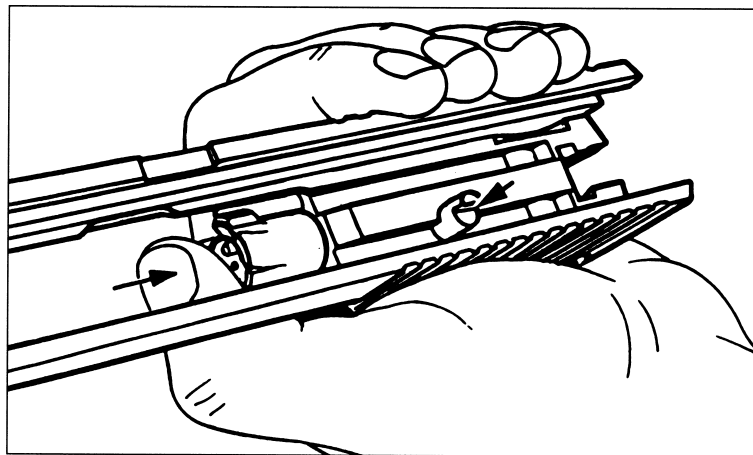

fig. 18
3. Insert the bolt guide pin. (fig. 18).